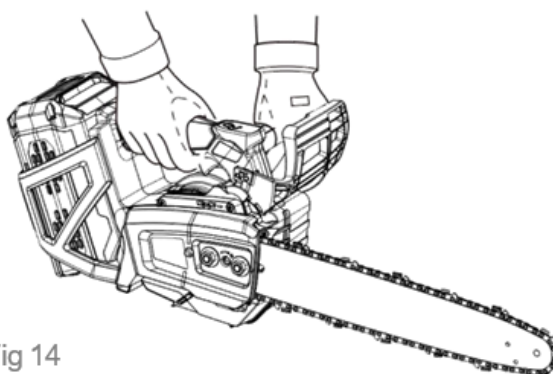

Fig 14
- Tenez et contrôlez la tronçonneuse avec votre main gauche sur la poignée avant et votre main droite sur la poignée arrière ; enroulez votre pouce autour des poignées (Fig. 14).